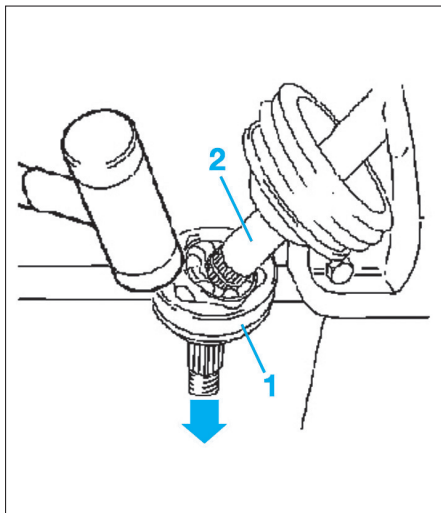

Fig. 4
- A l'aide d'un maillet en plastique, extraire le joint homocinétique (1) de l'arbre (2) (Fig.4).